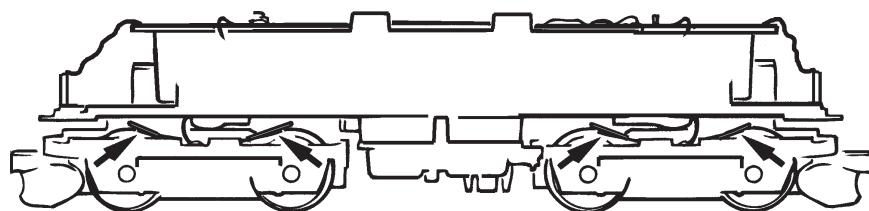

Fig. 8
**2. Schmierung:** Versiehen Sie die im Schmierplan in Fig. 8 gekennzeichneten Stellen mit nur **kleinen Öltropfen**. Dazu zuerst das Lokgehäuse abnehmen (Fig. 5). Wir empfehlen den ROCO **Öler Art.-Nr. 10906**. Fürs Schmieren der Getriebeteile (Zahnräder, Schnecke) empfehlen wir das **ROCO-Spezialfett Art.-Nr. 10905**. Im Falle der Schmierung diese Teile **nicht ölen**.
**2. Lubrication:** Apply **tiny oil drops** to spots marked in fig. 8. Prior to lubrication dismantle locomotive (fig. 5). We recommend using item no. **10906, Roco oiler**. For lubrication the gearparts (e.g. cogwheels, worm) we would recommend our Roco **special grease** (item no. **10905**).
**2. Graissage:** N'appliquez **qu'une tout petite goutte** aux endroits indiqués par le plan de graissage (fig. 8) après avoir démonté la caisse de la locomotive (fig. 5). Nous vous recommandons **le graisseur à huile Roco réf. 10906**. Pour graisser les engrenages (roues dentées, vis sans fin) nous vous conseillons la **graisse spéciale Roco réf. 10905** pour engrenages en matières synthétiques. Lorsque vous utilisez cette graisse il faut éviter d'huiler ces composants.